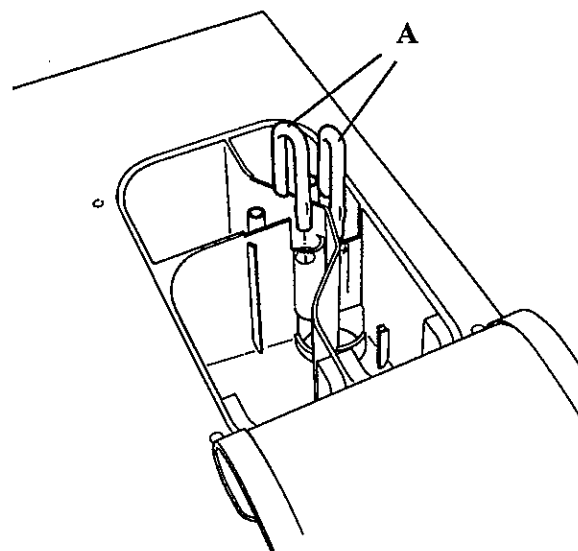

fig. 11
- Remove the trap hoses (**fig. 11/A**), clean inside with pressure water and re-assemble. Immerse the hoses in warm water to facilitate cleaning.
- Extraer los tubos sifón (**fig. 11/A**), limpiar su interior con agua a presión y volver a montarlos. Sumergir los tubos en agua templada para facilitar la limpieza.
- Enlever les tuyaux siphon (**fig. 11/A**), nettoyer l'intérieur avec de l'eau sous pression et les remonter. Plonger les tuyaux dans de l'eau tiède pour faciliter le nettoyage.